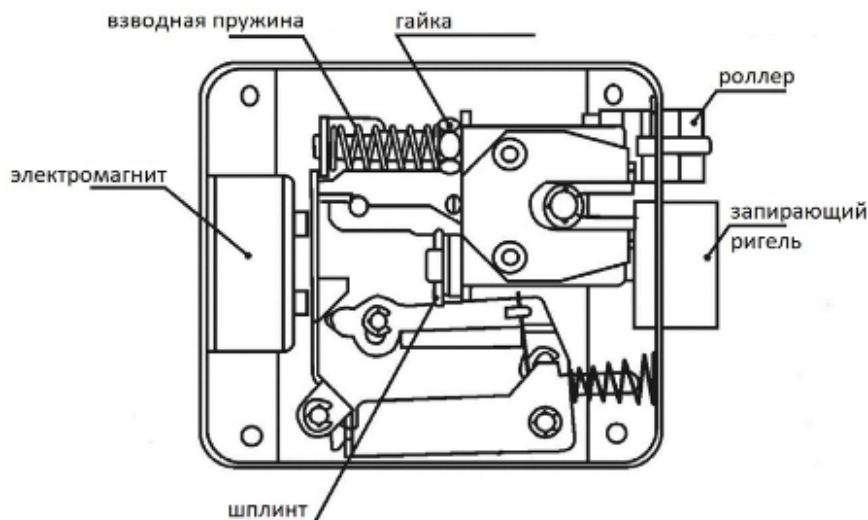

Рис. 8 Описание внутренних элементов
1. В зависимости от направления открытия двери, ригель замка можно переставить в нужное положение. Изменение направления открытия замка, осуществляется поворотом запирающего ригеля, для этого (см. Рис. 8):